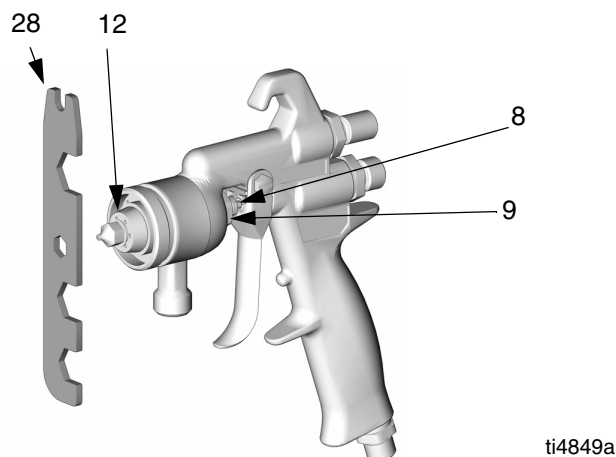

FIG. 41
13. Serrer la vis des joints (8) jusqu'à ce qu'elle touche les joints, puis serrer d'un tour complet afin d'effectuer un préserrage des joints. Desserrer la vis, puis la revisser jusqu'à ce qu'elle touche les joints à nouveau. Serrer la vis de 1/12 de tour supplémentaire (soit une distance égale à la moitié de celle comprise entre deux angles de la tête hexagonale). Voir FIG. 41.
14. Enfoncer la gâchette pour tester le mouvement du pointeau. S'il ne revient en place après le relâchement de la gâchette ou s'il revient lentement, desserrer légèrement la vis (8) jusqu'à ce que le pointeau revienne en place librement.
15. Remplacer le joint (15B). Monter le chapeau d'air (14), la bague de fixation du chapeau (15A) et le joint (15B). Serrer la bague à la main.